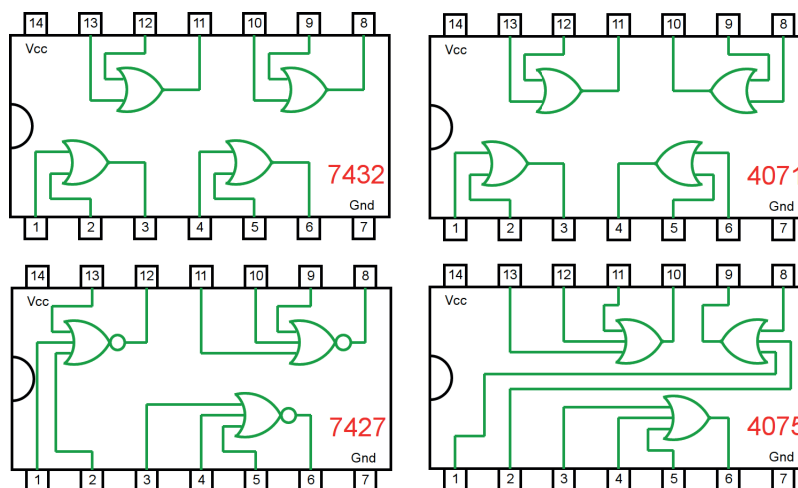

Figura 4.11 – Circuitos integrados TTL e CMOS.
- a) Coloque os circuitos integrados (TTL e/ou CMOS da figura 4.11) nas posições indicadas.
- d) Conecte os fios verdes. Os fios verdes estão conectados ao terra e portanto fornecendo valor lógico (0) às entradas de todas as portas do CI.